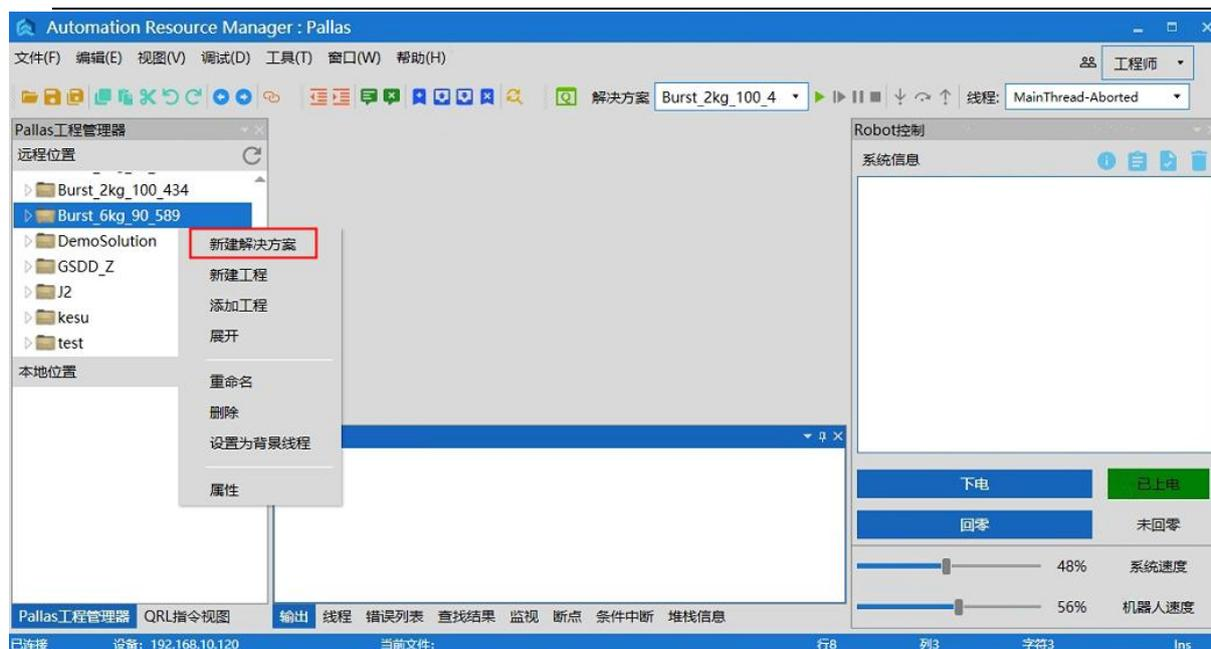

图 6-28 新建解决方案
**步骤1** 在<远程位置>下空白处点击右键，点击<新建解决方案>，如图 6-28 所示。